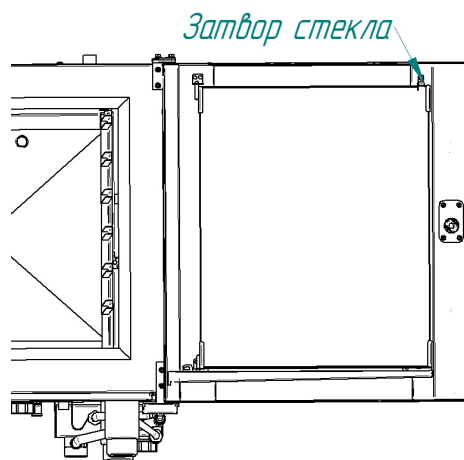

Рис.27 Месторасположение затвора внутреннего стекла двери
- по мере необходимости, поверните затвор стекла двери и откройте внутреннее стекло (см. рис.27). Используя бытовое средство для очистки стекол, очистите стекла. Закройте стекло и зафиксируйте его затвором;